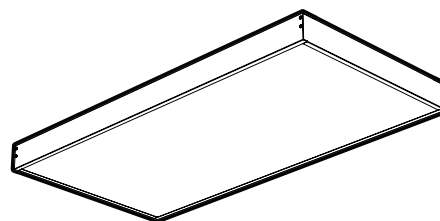

Figure 9
11. Remettre la pièce en place et la fixer avec les vis fournies (Fig.9).